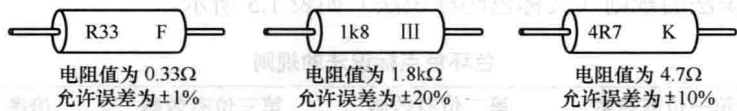

图 1.4 电阻器参数文字符号示意图
② 文字符号法。文字符号法是将需要识别的主要参数和技术性能，用字母和数字符号两者有规律地组合起来，标识在电阻体表面的一种方法，如图 1.4 所示。